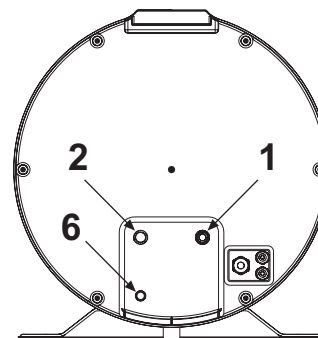

fig. 33
- Conectar la línea de alimentación de agua fría y la línea de salida a los puntos de conexión (fig. 33).